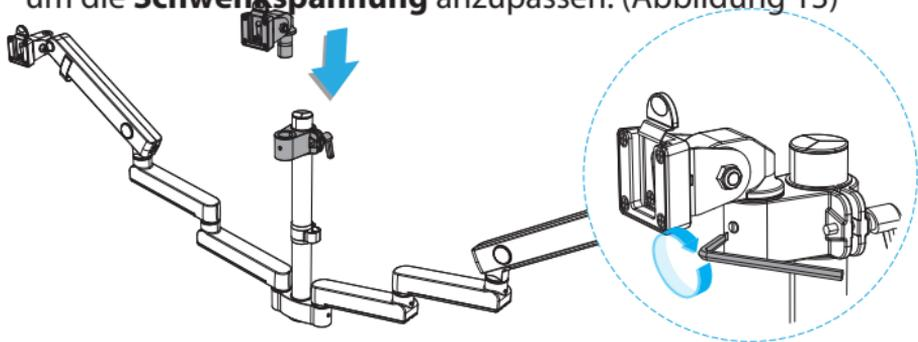

Abbildung 13
2. Setzen Sie die **mittlere Monitorhalterung** in die **Öffnung** der **mittleren Stangenhalterung** ein. Nutzen Sie die **flache Seite** des **3mm Inbusschlüssels**, um die **Schwenkschraube** festzuziehen. (Optional) **Lösen** Sie die **Schwenkschraube** leicht, um die **Schwenkspannung** anzupassen. (Abbildung 13)